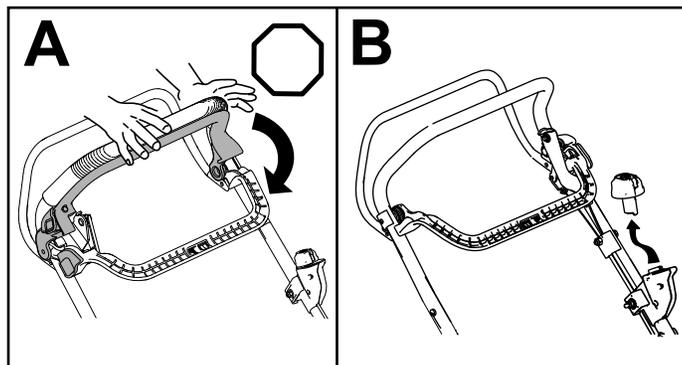

Рисунок 18
1. Отпустите штангу управления ножом (вид А на Рисунок 18).
2. Выньте кнопку электрического запуска из электрического стартера (вид В на Рисунок 18).